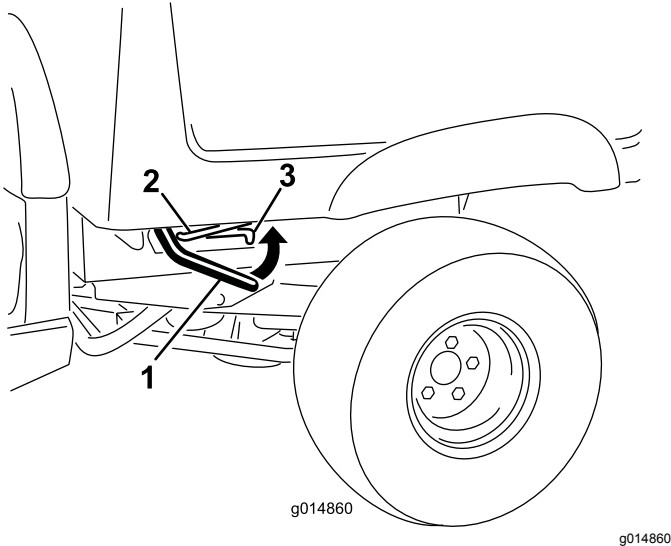

Figura 3
1. Levante a alavanca de bloqueio em ambos os lados da máquina, perto do canto dianteiro da plataforma de carga e levante totalmente a plataforma (Figura 3).
2. Fixe a plataforma de carga puxando a barra de apoio para o entalhe traseiro, na extremidade da ranhura que se encontra no lado esquerdo da máquina (Figura 3).
8. Levante a alavanca de bloqueio em ambos dos lados da máquina, perto do canto dianteiro da plataforma de carga (Figura 3).